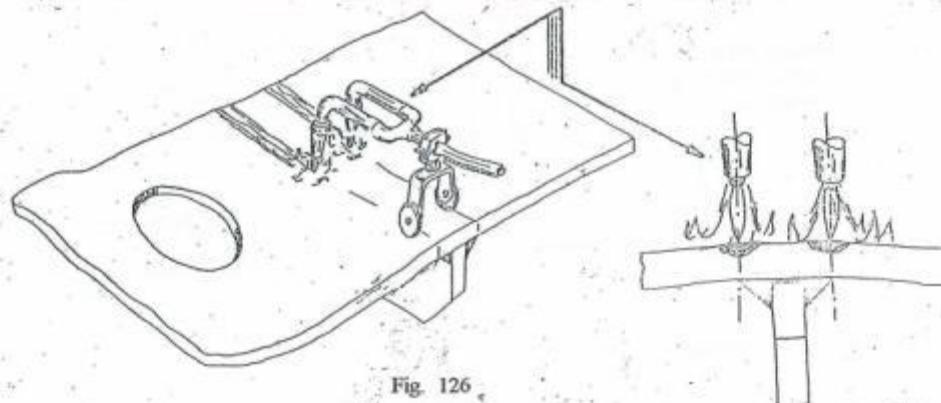

Fig. 126
Sub-montagem — Na sub-montagem as deformações são provenientes, geralmente, das tensões locais provocadas pela solda elétrica. Assim sendo, o aquecimento é aplicado por meio de um maçarico de dois(2) bicos, seguindo a orientação mostrada na fig. 126.